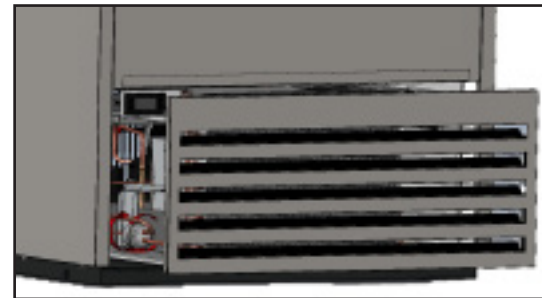

Fig. 2. Togliere la griglia.
3. Tirare la griglia frontale per liberarla dalle staffe magnetiche. Si veda la fig. 2.